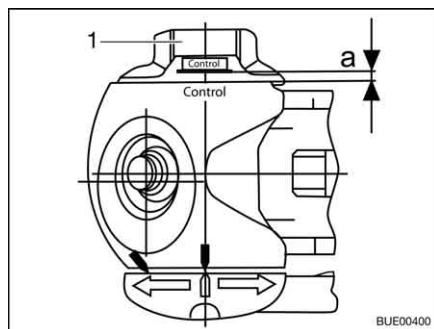

Fig. 223 Controllo usura
- Ruotare completamente la manovella (Fig. 223,1) finché non si sente la limitazione delle coppia grattare in modo percepibile. Direzione di rotazione: In senso orario.
- Distanza $a > 0$ (Fig. 223): Usura all'interno del settore ammesso.